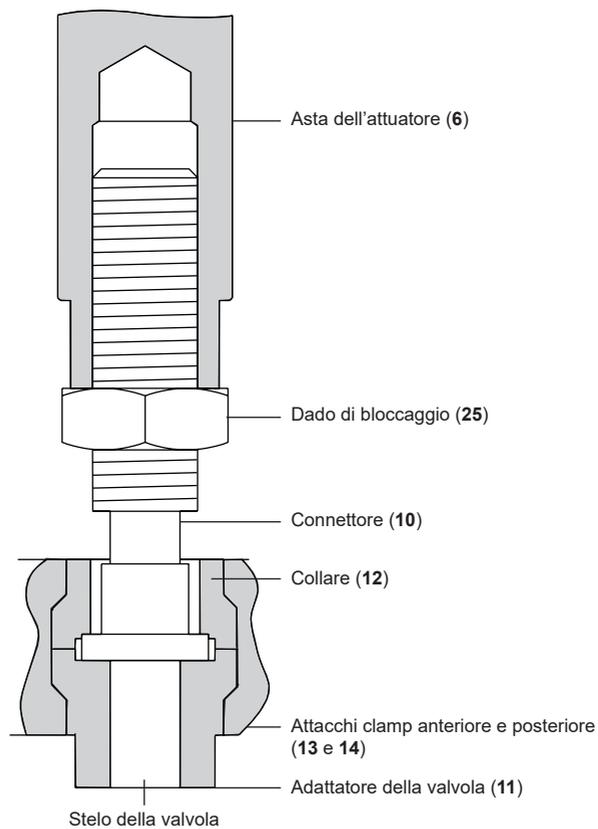
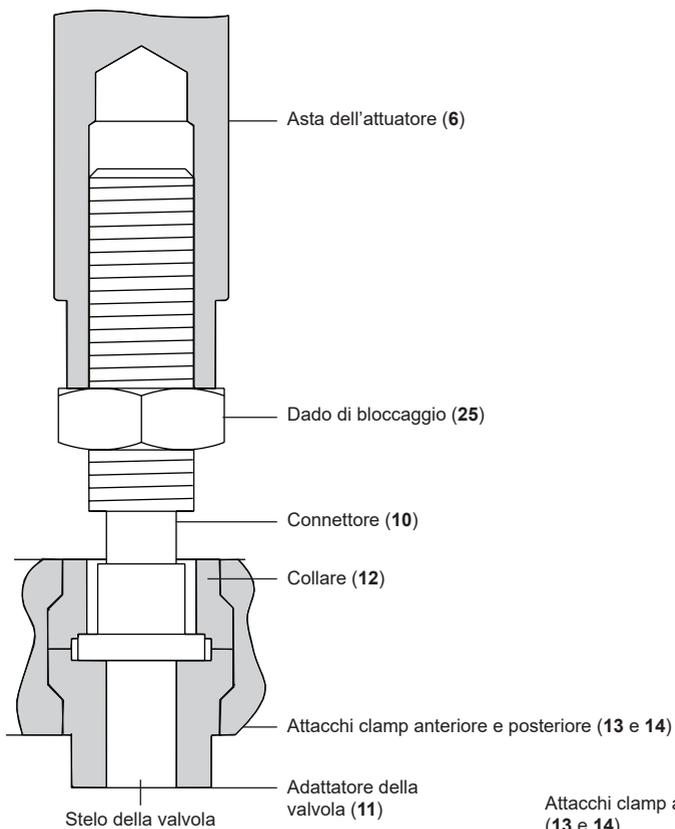

Fig. 6 Gruppo composto da adattatore dell'attuatore, adattatore della valvola e connettori
Fig. 7
- Allentare e togliere i bulloni e i dadi di fissaggio (26 e 27, rif. Fig. 7) e rimuovere l'adattatore (11).
- Usando due chiavi fisse per tenere ferma l'asta dell'attuatore (6), allentare il dado di bloccaggio (25).
- Mentre l'otturatore della valvola rimane sulla sua sede, regolare il connettore della valvola (10) finché esso preme con forza contro l'adattatore della valvola (11). Serrare il dado di bloccaggio (25). Per la corretta installazione fare riferimento alla Fig. 6.
- Mentre l'otturatore è nella sua sede, regolare l'adattatore della valvola (**11**) finché esso preme con forza contro il connettore (**10**). Per la corretta installazione fare riferimento alla Fig. 7.